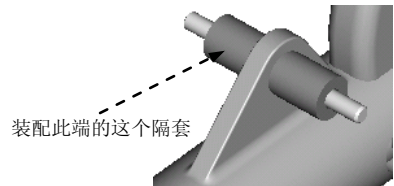

图 9.5.29 装配另一个零件隔套
Step13. 增加固定元件：装配另一个 bushing 零件。**按与 Step12 相同的操作方法**，装配另一个零件**隔套** (bushing)，如图 9.5.29 所示。